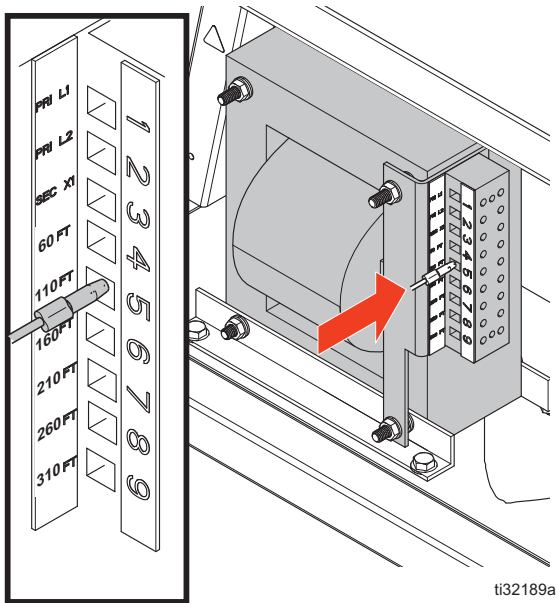

图 14: 软管变压器接线
3. 将软管变压器（AC）上的导线移动到与安装的软管长度相匹配的端子上。电线出厂设置为 60 英尺，请参见图 14: 所示。